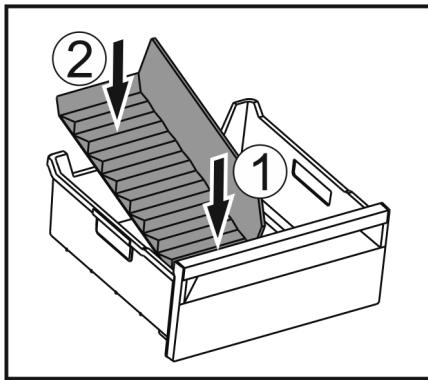

Fig. 147
- Вставити передню частину перегородки відділення для льоду. Fig. 147 (1)
- Опустити задню частину перегородки відділення до дна ящика для кубиків льоду. Fig. 147 (2)